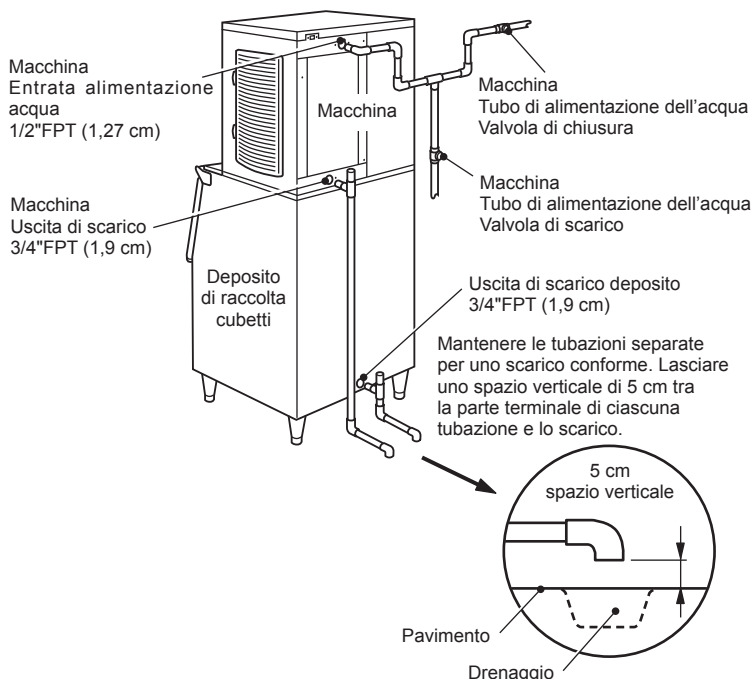

Fig. 5
- \* Per un corretto flusso di drenaggio è necessario un raccordo a T forato. Vedere Fig. 5.
- \* Il circuito di scarico della macchina e il circuito di scarico del deposito di raccolta/distributore devono funzionare separatamente. Vedere Fig. 5.